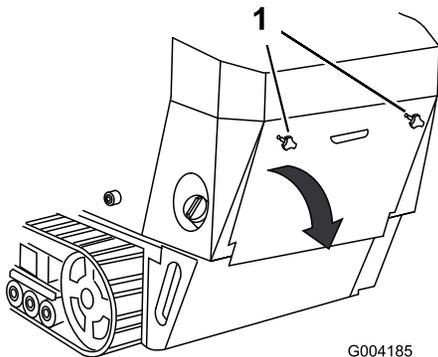

Bild 32
1. Schrauben Sie die 2 Handräder ab, mit denen die hintere Abdeckplatte an der Maschine befestigt ist (Bild 32).
2. Kippen Sie die hintere Abdeckplatte nach unten und nehmen Sie diese ab, um an die internen Bauteile heran zu kommen (Bild 32).